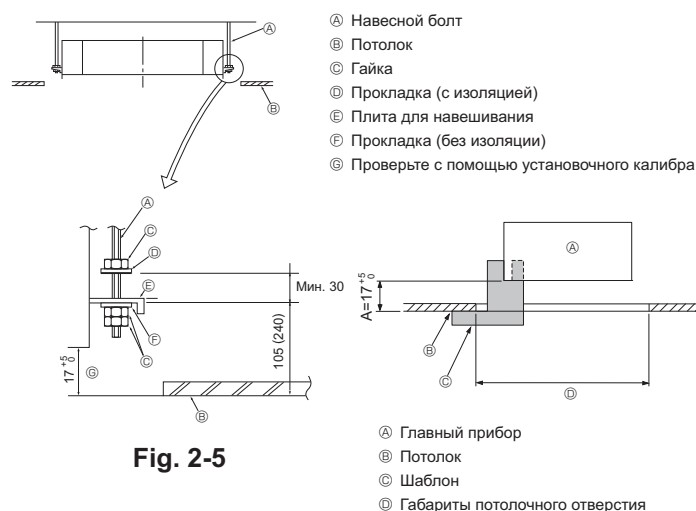

Fig. 2-6
- Убедитесь в том, что операция А выполняется в пределах 17-22 мм. Несоблюдение данного предела может в результате привести к повреждениям. (Fig. 2-6)